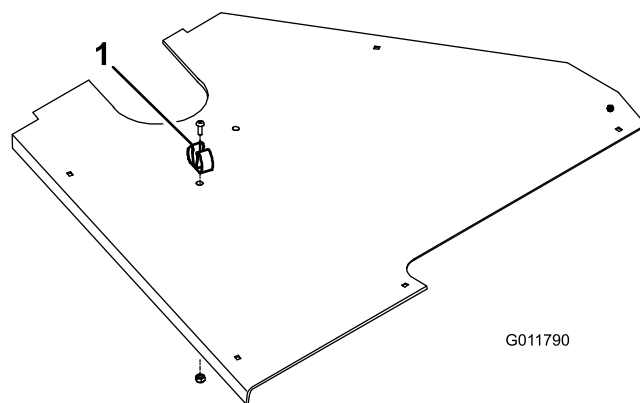

Figura 13
17. Montate una graffa della molla (Figura 13) in ciascun nuovo foro sul coperchio del piatto centrale con una vite a testa piatta n° 8 x 1/2 poll. e un dado n° 8.